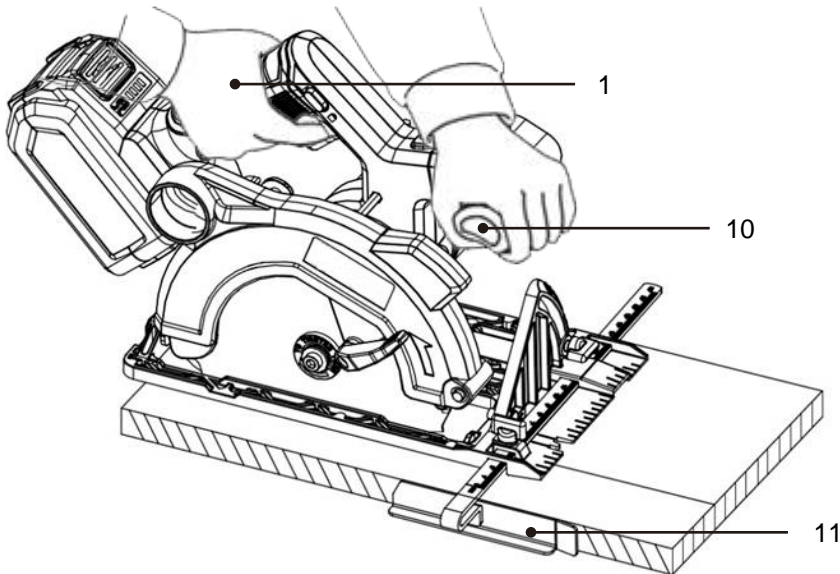

Fig. 18
- > Sostenga la herramienta firmemente. La herramienta dispone de una superficie de agarre frontal (10) y de una empuñadura principal (1). Sostenga la herramienta con ambas manos. Si ambas manos están sosteniendo la sierra, no pueden ser cortadas por la hoja de la sierra (Fig. 18).
- > Coloque la placa base sobre la pieza de trabajo que vaya a cortar sin que la hoja de sierra entre en contacto con la pieza. A continuación, encienda la herramienta y espere hasta que la hoja de sierra alcance la velocidad máxima. Después, simplemente desplace la herramienta hacia delante sobre la pieza de trabajo y utilice la guía paralela (11) para guiar el producto a lo largo de la pieza de trabajo, manteniéndolo plano y avanzando suavemente hasta completar el corte.